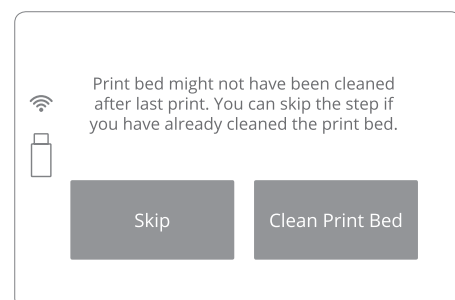

Abbildung 45. Bildschirm PRINT Bed reinigen 1.
10. Bestätigen Sie sie durch Betätigen der Schaltfläche “CLEAN FEED BED” („PRINT BED REINIGEN“) (Abbildung 45).